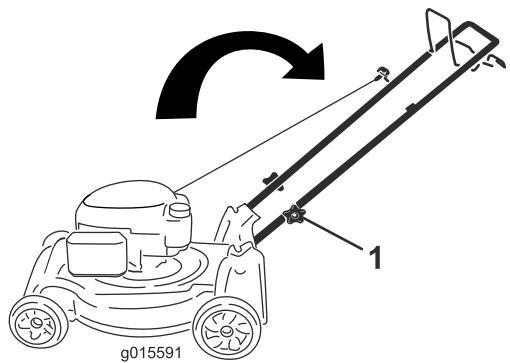

Figura 4
1. Botão do manípulo (2)
2. Desloque o manípulo para a posição de funcionamento (Figura 4).